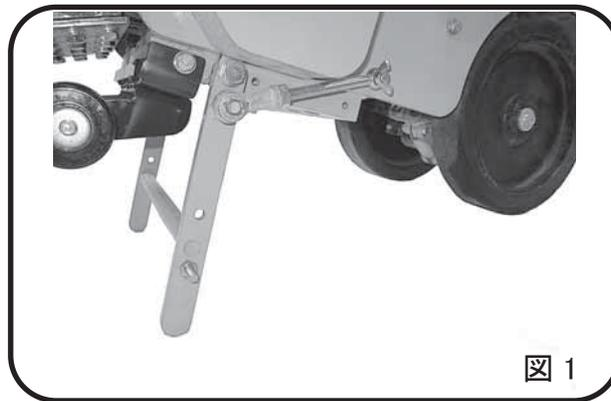

図 1
- (1) ブレード取付部を浮かせる為にスタンドを機体より出し、安全ストッパーを必ず取り付けて下さい。(図1)